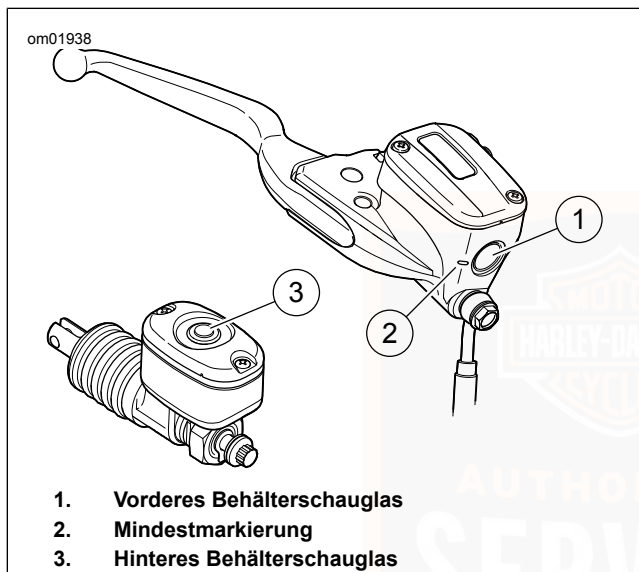

Abbildung 50. Bremsflüssigkeitsbehälter
2. Siehe Abbildung 50. Behälterschauglas prüfen.
- a. **Vorne:** Sicherstellen, dass Flüssigkeit im Schauglas (1) sichtbar ist. Wenn der Flüssigkeitsstand unter der Min.-Markierung (2) liegt oder nicht sichtbar ist, einen Harley-Davidson Händler aufsuchen.
- b. **Hinten:** Prüfen, ob Flüssigkeit sichtbar ist. Das Schauglas (3) ist dunkel, wenn Flüssigkeit vorhanden ist. Wenn das Schauglas klar ist, Kontakt mit einem Harley-Davidson-Händler aufnehmen.